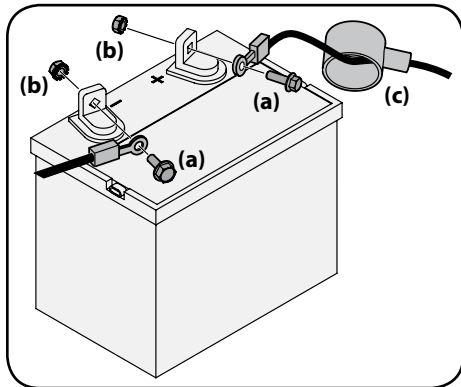

Figura 2-16
1. Retire la cubierta plástica, si está presente, del borne positivo de la batería y una el cable rojo al borne positivo de la batería (+) utilizando el perno (a) y la tuerca hexagonal (b). Consulte la Figura 2-16.
2. Retire la cubierta plástica, si está presente, del borne negativo de la batería y una el cable negro al borne negativo de la batería (-) utilizando el perno (a) y la tuerca hexagonal (b). Consulte la Figura 2-16.